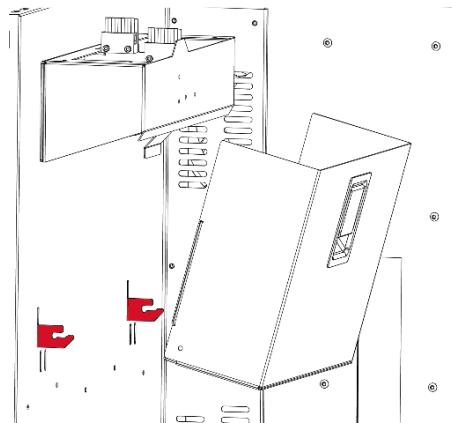

Рис. 66. Демонтаж емкости очистной станции – шаг 2
9. Слегка приподнять емкость вертикально, а затем снять ее с двух монтажных крючков принтера (рис. 66, красные).
7. Слегка приподнять емкость вертикально, а затем снять ее с двух монтажных крючков принтера (рис. 66, красные).